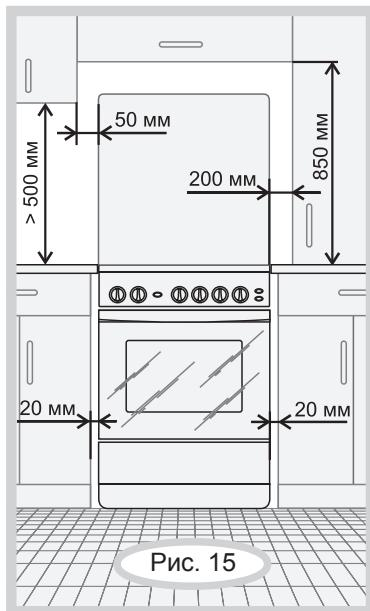

Рис. 15
- Минимальные расстояния, которые необходимо выдержать при установке плиты, показаны на рис.15.